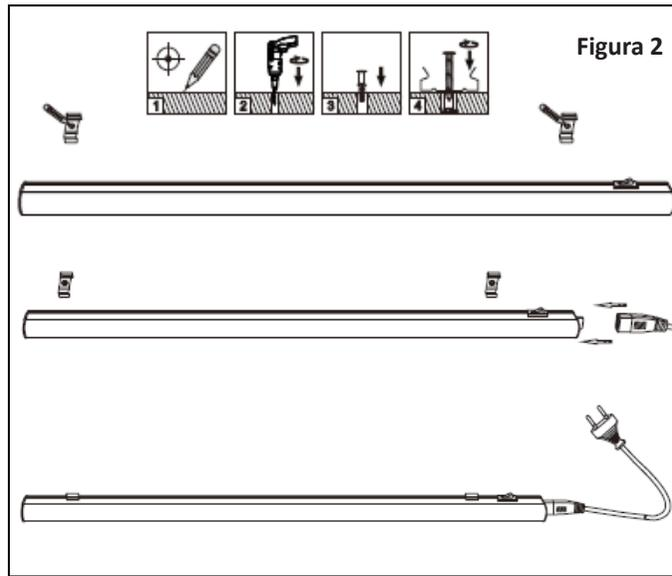

Figura 2
- Fissare i supporti in dotazione alla plafoniera tramite i tasselli in dotazione come viene mostrato in **Figura 2**.